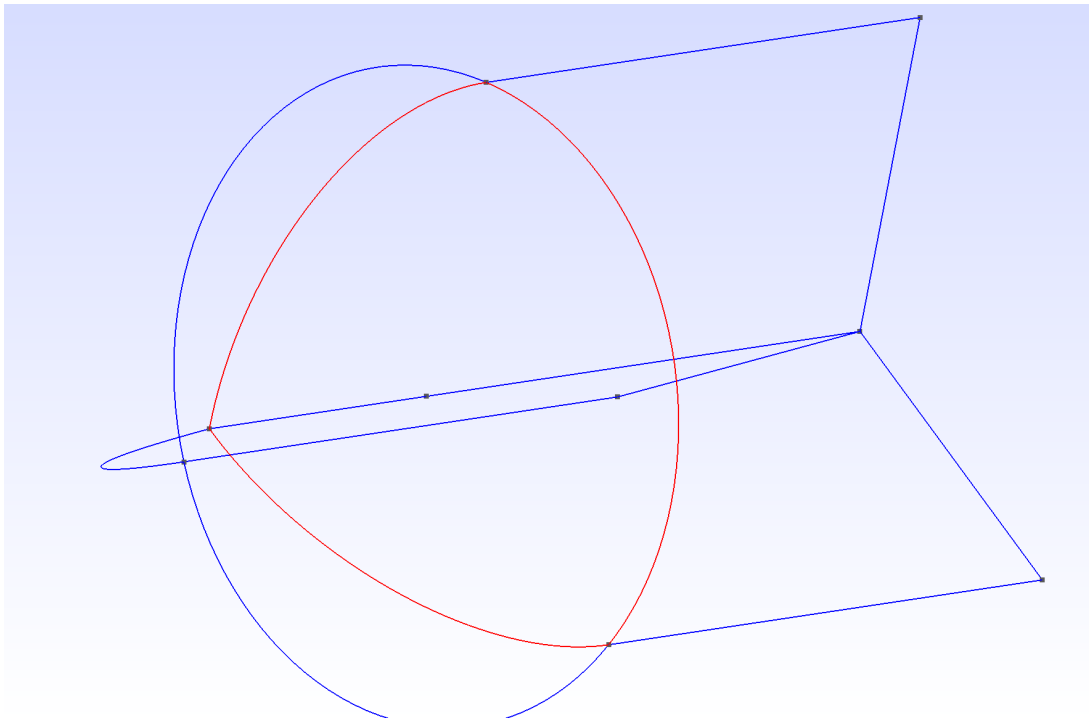

FIGURE 6 – Lignes définissant le premier tiers de la surface de la demi-sphère
3. utilisez l'outil **Modules**→**Geometry**→**Elementary entities**→**Surface filling** pour créer le premier tiers de la surface de la demi-sphère (les entités à sélectionner sont représentées en rouge figure 6);